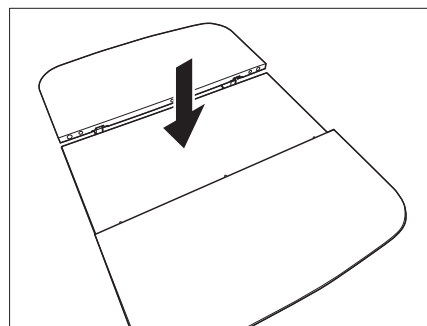

Fig. 109 Abbassamento della parte centrale
- Spingere con forza la parte centrale del tavolo verso il basso (Fig. 109). La parte centrale viene spinta verso l'alto da una molla.
- Spingere con forza la parte centrale del tavolo verso il basso. La parte centrale si innesta in posizione inferiore (Fig. 109).